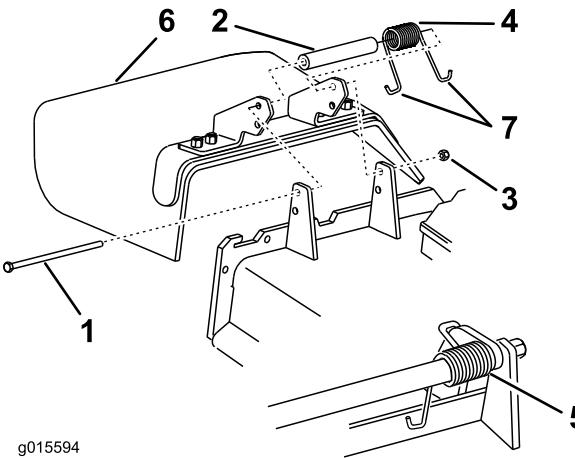

Figure 104
1. Retire la contratuerca, el perno, el muelle y el espaciador que sujetan el deflector a los soportes de pivote (Figure 104).
2. Retire el deflector de hierba dañado o desgastado (Figure 104).
- Remarque:** Asegúrese de colocar un extremo con gancho en J del muelle detrás del reborde de la carcasa antes de instalar el perno, según se muestra en Figure 104.
6. Coloque 1 extremo en J del muelle alrededor del deflector de hierba (Figure 104).